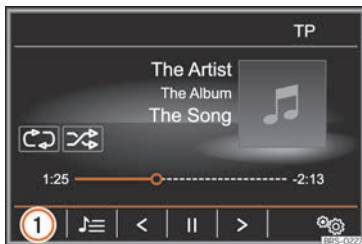

Abb. 211 Hauptmenü MEDIEN
- Im Hauptmenü MEDIEN die Funktionsfläche » **Abb. 211** ① antippen und **BT-Audio** wählen.